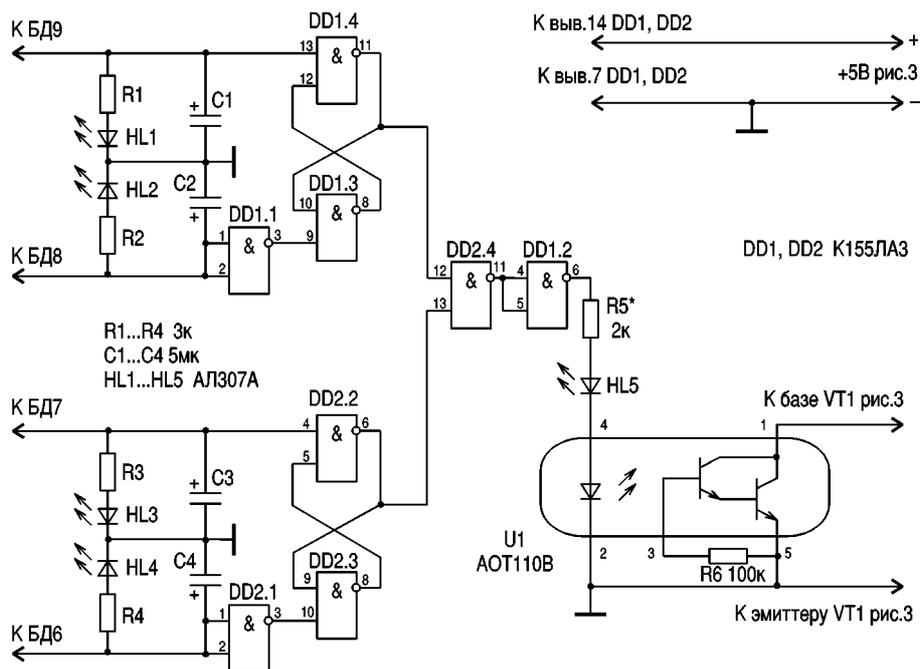

рис. 4
**Узел логики (рис.4)** представляет логическое устройство с объемом памяти 2 бит, которое состоит из двух RS-триггеров, объединенных элементом 2И-НЕ в алгоритме, необходимом для работы по четырем уровням водозабора. Получение других необходимых математических алгоритмов подробно описано в [5]. Таблицы истинности для RS-триггера и элемента 2И-НЕ приведены в табл.1 и 2.
Рассмотрим нижний уровень (БД9, БД8, рис.4). При увеличении уровня воды в скважине сначала всплывает нижний поплавок, а затем верхний, при уменьшении уровня воды в скважине происходит наоборот. Работа верхнего уровня аналогична. Необходимо также помнить, что при выполнении RS-триггеров из элементов 2И-НЕ заранее неизвестно, на каком соединении –12DD1.4 и 8DD1.3 или 11DD1.4; на 6DD1.3 и 9DD2.3 или на 5DD1.3 и 8DD2.3 будет прямой выход триггера, а на каком инверсный. Поэтому при разработке печатной платы необходимо предусмотреть на вышеуказанных соединениях технологические точки для
**Узел индикации.** Текущее состояние водозабора отображается светодиодами HL1–HL5 (рис.4), расположенными на передней панели блока электроники (блок питания + блок логики + фильтр + силовой блок) и включенными последовательно с токоограничительными резисторами (не менее 2 кОм для возможно меньшего шунтирования сигналов управления в связи с небольшой нагрузочной способностью элемента 2И-НЕ по входу) параллельно входам датчиков.
**Конструкция.** За основу взята крышка-коллап из ударопрочной пластмассы с внутренними размерами 53x28x12 мм (можно и с большими размерами). На **рис.2** показан сборочный чертеж монтажного основания дистанционного пульта. Монтажным основанием является пластина из фольгированного одностороннего текстолита толщиной 1,5 мм размерами 52,5x27,5 мм и вырезом 12,5x12,5 мм под гнездо ГК-2. На **рис.3** показан чертеж верхней печатной платы, а на **рис.4** – дистанционный пульт в сборе. В общем получается пульт с гнездами входа и выхода на противоположных торцах, двумя кнопками на